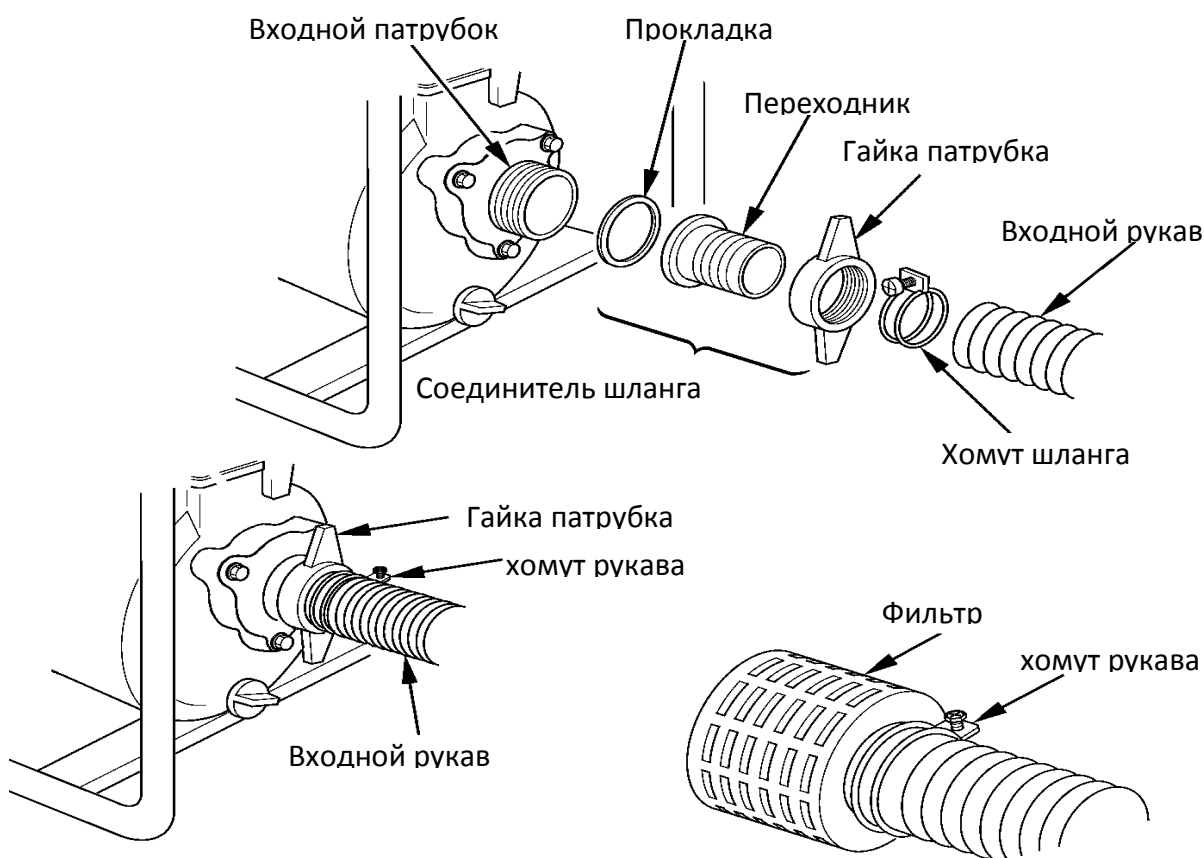

Рис.10
3. Смонтировать детали всасывающего и подающего тракта, для этого используйте имеющиеся в продаже рукава, и штатные соединители и хомуты. Необходимо использовать несминаемые (гофрированные) рукава, исключаяющие «переламывание». Длина всасывающего рукава не должна превышать требуемую расчетную величину, так как от этого зависит максимальная эффективность работы насоса. Последовательность соединения показана на Рис.10